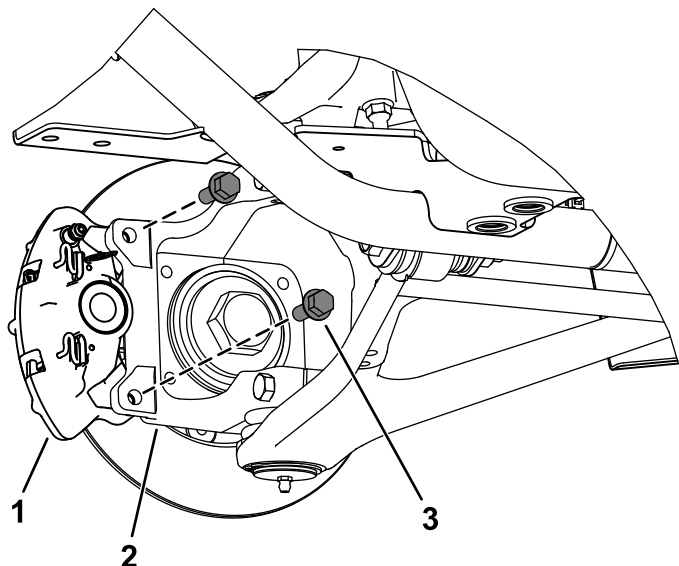

Figura 4
4. Retire los pernos con arandela prensada (3/8" x 1") que sujetan el conjunto de pinza de freno al pivote de dirección (parte delantera de la máquina) y al eje (parte trasera de la máquina) y retire el conjunto de pinza de freno (Figura 4).